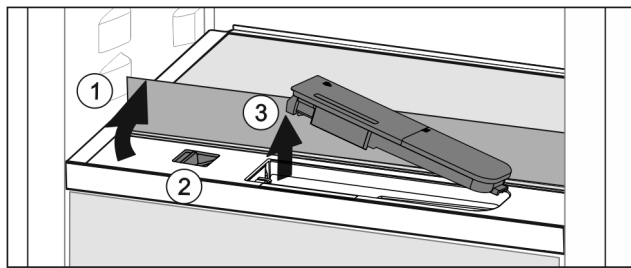

Fig. 104
- ▶ Поднять стеклянную панель и откинуть до упора назад Fig. 104 (1).
- ▶ Сдвиньте ползунок Fig. 104 (2) влево.
- ▶ Вынуть бак для воды Fig. 104 (3).